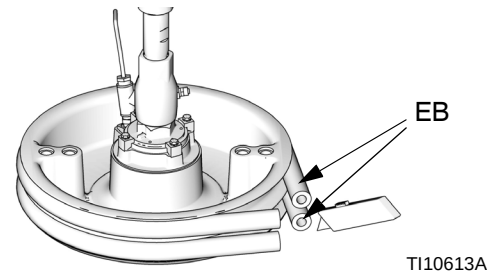

图 33
2. 关闭电源接线盒开关 (AK) 和断连开关 (AZ)。
3. 为更换磨损或损坏的刮环 (EB)，将压盘升出料桶。从底座上拆下料桶。将压盘上的流体擦拭干净。
4. 用刀切下刮环 (EB)，然后从压盘上取下。参见图 33。